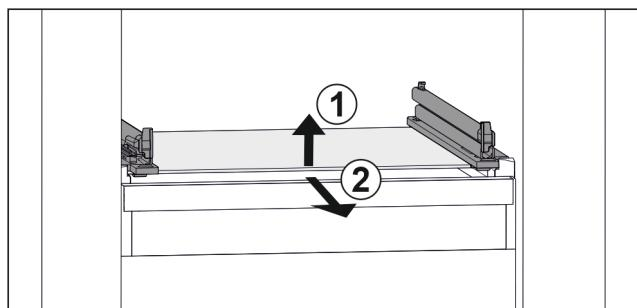

Fig. 112 Primjerni prikaz staklene ploče
- Staklenu ploču podignite sprjeda. Fig. 112 (1)
- Izvadite staklenu ploču prema naprijed. Fig. 112 (2)